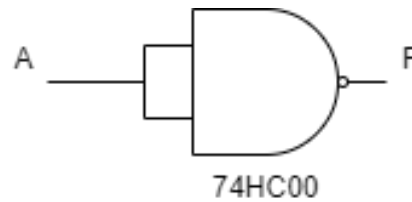

Figura 1-1. Circuito de medición 1
- 4.1 Arme el circuito mostrado en la Figura 1-1 en la plataforma de TinkerCAD, llene la Tabla 1-1 según la tensión de entrada que se indica. Considere que la tensión de alimentación de la compuerta es de 5V.